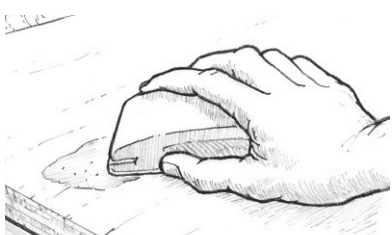

图23 用砂纸摩擦固化光整混合物使其达到所需的轮廓。
6. 用砂纸摩擦光整材料以与周围轮廓相融合（图23）。如果您有很多光整材料需要清除，请先采用50粒度的砂纸。靠近最终轮廓时，在适当的磨砂块上使用80粒度的砂纸。注意！不要忘记你的防尘面罩。按照相同的程序清除沙尘并填补任何剩余空隙。